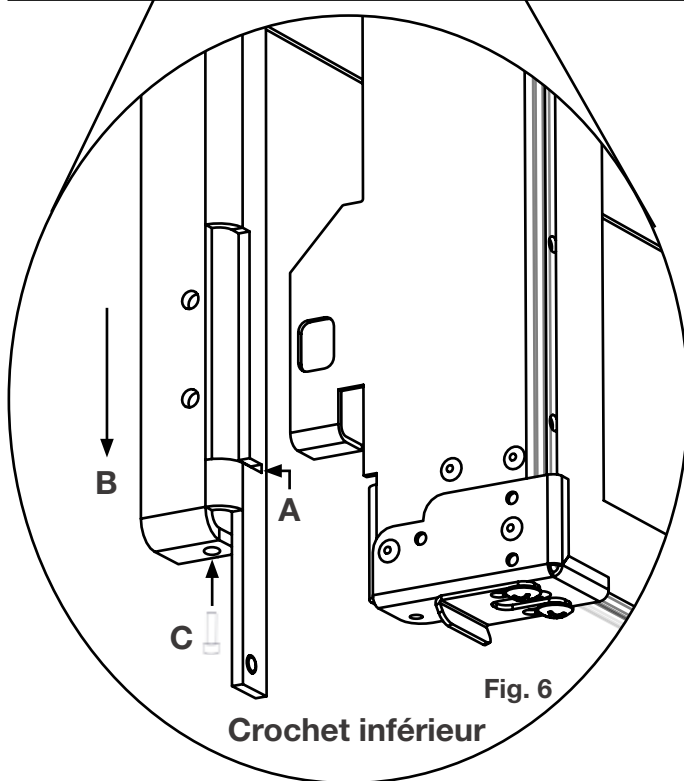

Fig. 6
7. Installez 2 vis de réglage vertical sous la surface des supports coulissants du TGGA (**C**) (**Fig. 6**).